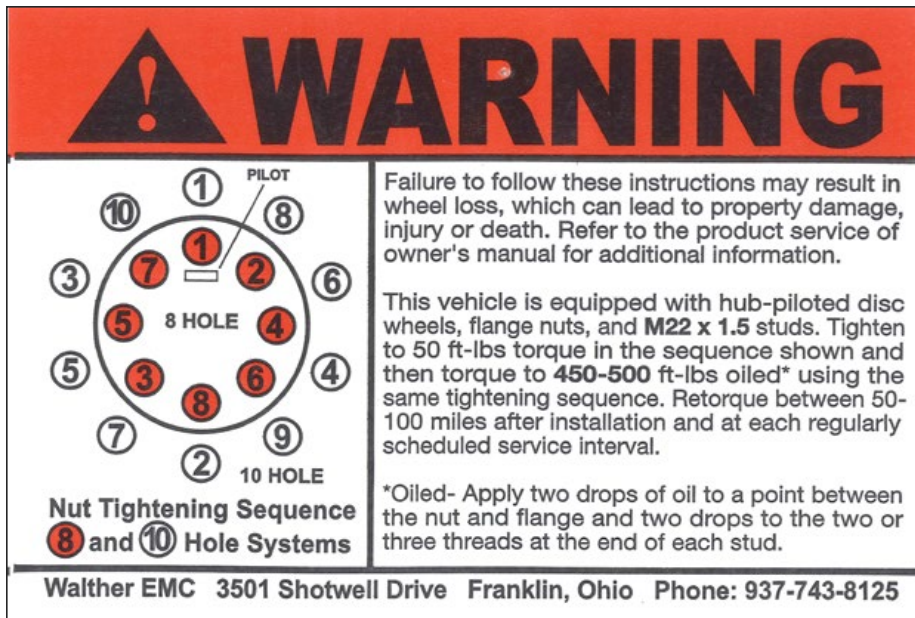

Figure 49 – Séquence de serrage, centrage par le moyeu
L'autocollant montré à la Figure 49 est apposé sur chaque remorque. Il est très important pour l'utilisateur de lire et de comprendre cette procédure de serrage des écrous de roue.
- Passer au goujon n° 2 en respectant la séquence de l'autocollant montré à la Figure 49. Répéter les étapes a. à c. ci-dessus.
**NE PAS** trop serrer les écrous de roue. Le couple prescrit, conformément à la Figure 49, produira la force de serrage maximale que le goujon peut offrir. Un serrage excessif vient en fait réduire la force de serrage produite et peut très probablement endommager le goujon et/ou le filetage.
- n. Serrer les écrous à 68 Nm (50 pi-lb), comme le prescrit l'autocollant à la Figure 49, pour bien mettre les roues en place.
- q. Procéder au serrage final des écrous à 644 Nm (475 pi-lb) en respectant la séquence de l'autocollant à la Figure 49.